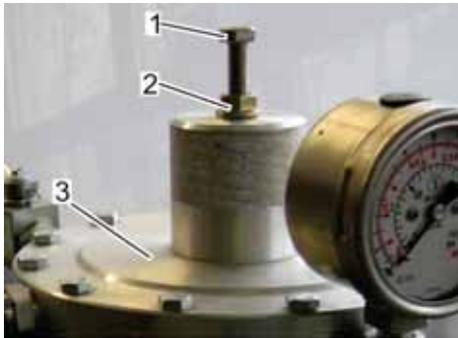

Abb. 22: Sollwertsteller des Messwerks bedienen
Ggf. den Sollwert des Ausgangsdrucks über den Sollwertesteller (Abb. 22/1) des Messwerks (Abb. 22/3) korrigieren.
2. ➔ Die Sechskantbundmutter (Abb. 22/2) mit einem Gabelschlüssel SW 13 gegen den Uhrzeigersinn lösen.
3. ➔ Den Sollwert des Ausgangsdrucks über den Sollwertesteller (Abb. 22/1) des Messwerks (Abb. 22/3) korrigieren.
4. ➔ Die Sechskantbundmutter (Abb. 22/2) mit einem Gabelschlüssel SW 13 im Uhrzeigersinn festdrehen.